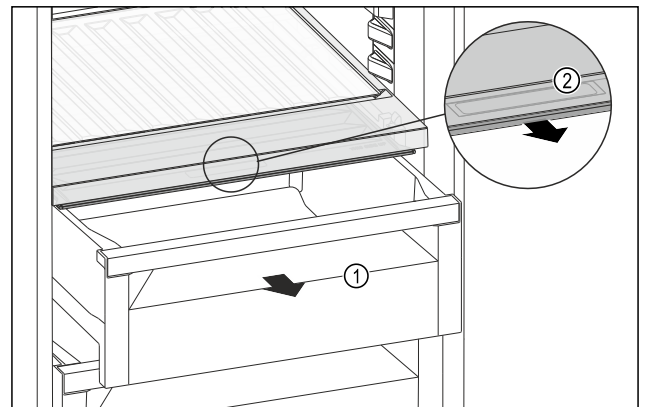

Fig. 116
- ▶ Húzza ki a fiókot Fig. 116 (1).
- ▶ Fogja meg a süllyesztett fogantyút Fig. 116 (2) a rekeszfedélen, és ezzel egy időben húzza előre a rekeszfedélet.